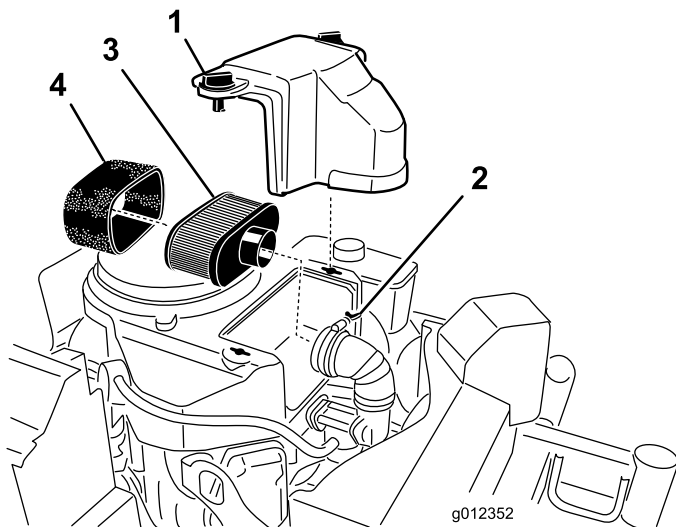

Figure 34
2. Nettoyez la surface autour du filtre à air pour éviter que des impuretés n'endommagent le moteur en tombant à l'intérieur (Figure 34).
3. Tournez les boutons du couvercle de 1/4 tour dans le sens antihoraire et déposez le couvercle du filtre à air (Figure 34).
4. Tournez la vis à oreilles du collier de flexible dans le sens antihoraire pour séparer le filtre à air du conduit d'admission (Figure 34).
5. Sortez délicatement l'élément en mousse de l'élément en papier (Figure 34).
1. Vérifiez que l'élément n'est pas déchiré, couvert d'une pellicule grasse ou endommagé (Figure 34).
1. Vérifiez que l'élément n'est pas déchiré ou couvert d'une pellicule grasse, et que le joint de caoutchouc n'est pas endommagé (Figure 34).
1. Glissez délicatement l'élément en mousse sur l'élément en papier (Figure 34).
- Alignez le filtre à air sur le conduit d'admission et fixez-le en place au moyen du collier de flexible (Figure 34).
- Alignez le couvercle du filtre à air sur le capot du moteur et fixez-le en tournant les boutons de 1/4 tour dans le sens horaire (Figure 34).